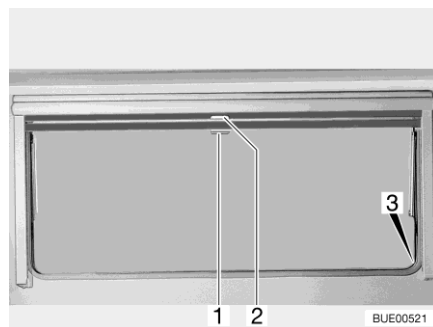

Fig. 105 Finestra apribile
- Tirare verso il basso l'oscurante a rullo accompagnandolo con la maniglia (Fig. 105,2). Quando si chiude completamente l'oscurante a rullo esso va agganciato da entrambi i lati al telaio della finestra nell'apposito elemento di fissaggio (Fig. 105,3).
- Quando l'oscurante a rullo è completamente chiuso: Spingere la maniglia (Fig. 105,2) verso il basso tirandola leggermente verso l'interno. Sganciare l'oscurante a rullo dagli elementi di fissaggio a destra e a sinistra del telaio della finestra.
- Quando l'oscurante a rullo si trova in posizione intermedia: Tirare la maniglia (Fig. 105,2) leggermente verso il basso finché l'elemento di fissaggio non si è sganciato.
- Tirare la maniglia (Fig. 105,1) della zanzariera a rullo verso il basso e agganciarla all'elemento di fissaggio (Fig. 105,3) su entrambi i lati del telaio della finestra.
- Spingere la maniglia (Fig. 105,1) verso il basso tirandola leggermente verso l'interno. Sganciare la zanzariera a rullo dagli elementi di fissaggio a destra e a sinistra del telaio della finestra.